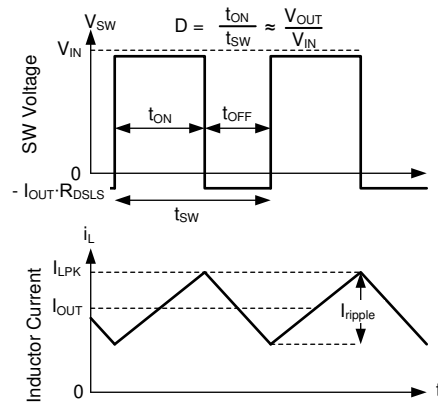

图 7-11. 连续导通模式 (CCM) 下的 SW 电压和电感器电流波形
有关 LM654x0-Q1 的以下运行说明，请参阅节 7.2 和图 7-11 中的波形。两者都以变化的占空比 (D) 打开内部高侧 (HS) 和低侧 (LS) NMOS 开关，从而提供稳定的输出电压。在 HS 开关导通期间，SW 端子电压 V_{SW} 摆动至大约 V_{IN} ，电感器电流 i_L 以线性斜率增加。HS 开关由控制逻辑关闭。在 HS 开关关闭时间 t_{OFF} ，LS 开关打开。电感器电流通过 LS 开关放电，这会强制 V_{SW} 通过 LS 开关两端的压降摆动到地电位以下。稳压器环路调节占空比以保持恒定的输出电压。D 由 HS 开关在开关周期内的导通时间定义： $D = T_{ON} / (T_{ON} + T_{OFF})$ 。